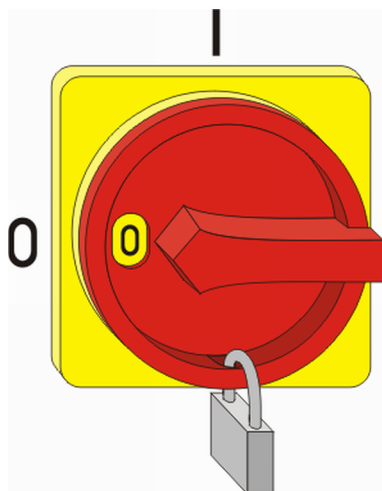

Bild 5: Säkra huvudbrytaren
2. ➔ Huvudbrytaren ska säkras med ett lås (Bild 5).